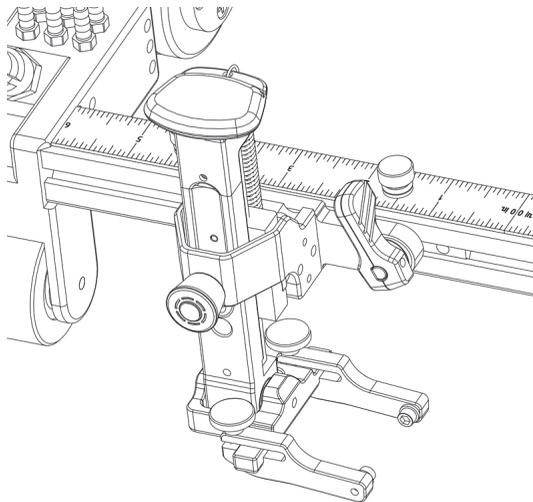

Figura 2-12 Supporto della sonda inserito nella fessura della rotaia
3. Premere saldamente il supporto della sonda nella fessura della rotaia, assicurandosi che il perno eccentrico rimanga allineato orizzontalmente (Figura 2-12 a pagina 44).